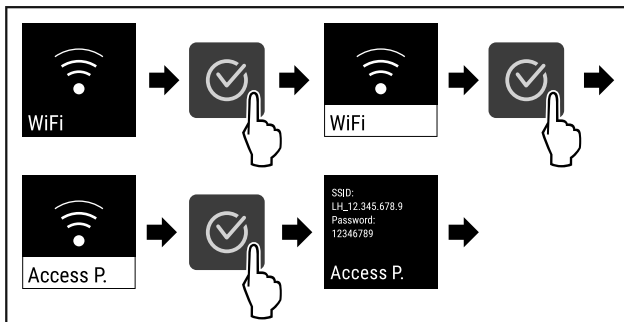

Fig. 85
- Suorita toimenpidevaiheet (katso Fig. 85).